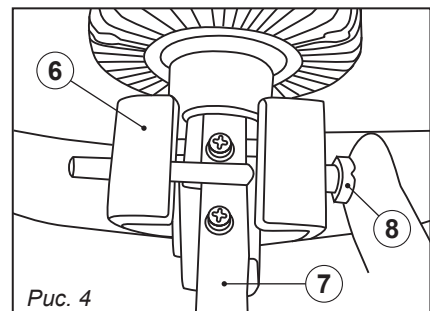

Рис. 4
6.2. Установка защитного кожуха и кассеты с леской (рис. 4)